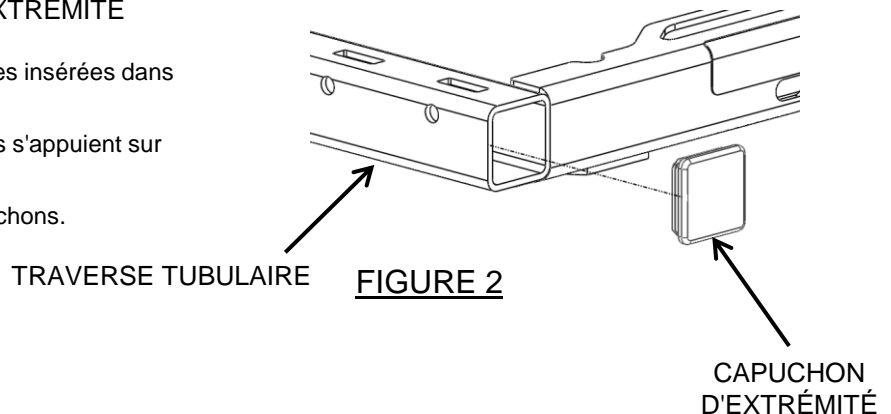

FIGURE 2
1. Orienter le capuchon comme illustré (fig 2), ailes insérées dans le tube.